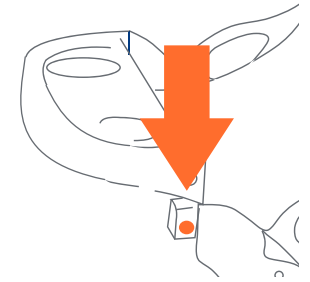

Fig. 10b
- Faites pivoter le plateau autour du bras vers la droite de manière à ce qu'il repose sur le support (Fig. 10b).